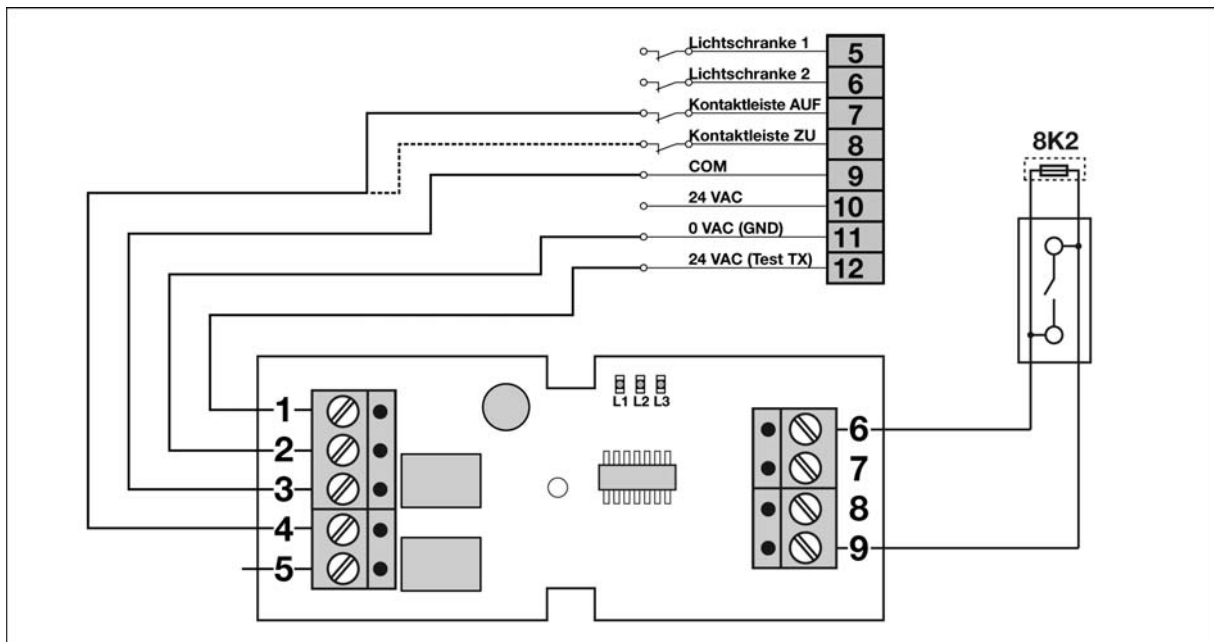

Fig. 2
3.1 Anschluss der Auswerteeinheit an der Motorsteuerung MS800 (Fig. 2)
Schließen Sie die Auswerteeinheit und die Schließkantensicherung entsprechend Fig. 2 an der Motorsteuerung **MS800** (Schiebetorantriebe CX1000-CX2000) an.